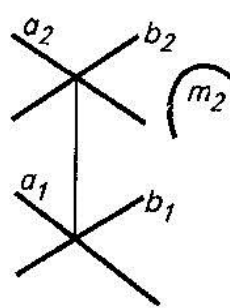

рис. 4
4. Постройте горизонтальную проекцию кривой m_1 , принадлежащей заданной плоскости в виде двух пересекающихся прямых ($a \cap b$) (рис. 4).